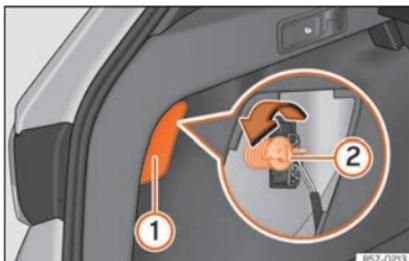

Fig. 59 Bagageira: acesso ao parafuso de fixação da unidade de luz traseira.
- Retire a tampa fazendo alavanca com o lado plano de uma chave de fendas no entalhe »» Fig. 59 ①.
- Desenrosque com a mão ou com ajuda de uma chave de fendas o parafuso de fixação do farolim »» Fig. 59 ②.